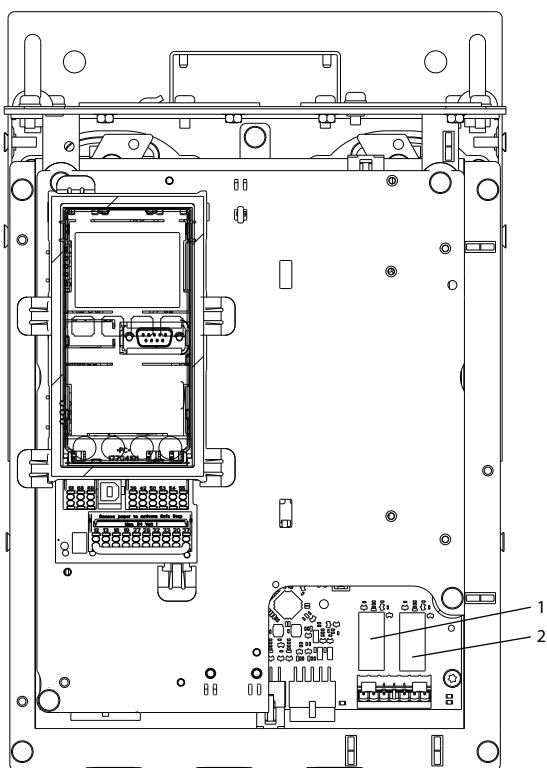

图 1.4 继电器插头的位置
- 拆下标有 RELAY 的所有继电器插头。请参阅 图 1.4。